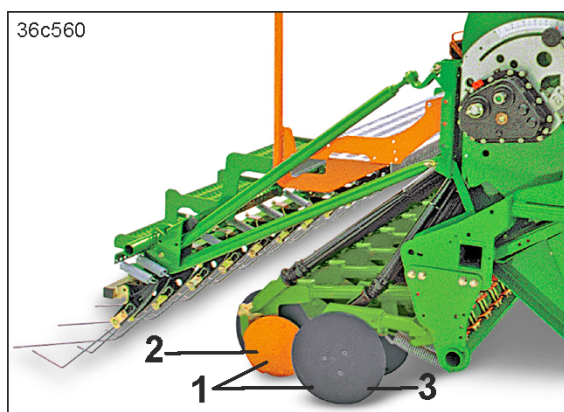

Fig. 54
Le soc Control RoTeC (Fig. 54/1) permet la localisation de la semence sur les sols labourés ou mulchés, même avec de grandes quantités de paille et de résidus de plantes.
En s'appuyant sur le disque/rouleau de guidage en profondeur (Fig. 54/2), et grâce à la pression élevée d'enterrage des socs, le soc se déplace de manière particulièrement régulière et maintient exactement la profondeur d'implantation.
- à nettoyer le dos du disque en acier (Fig. 54/3).